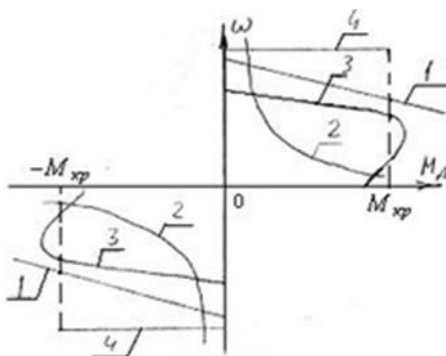

Рис. 2 Механические характеристики различных типов двигателей
**Вопрос 12.** Для каких типов электрических двигателей представлены механические характеристики на рис. 2?